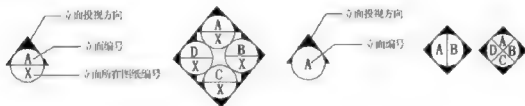

图1-19
(1) 立面索引符号:用来表示室内立面在平面上的位置及立面所在图纸编号。立面索引符号如图1-19所示。